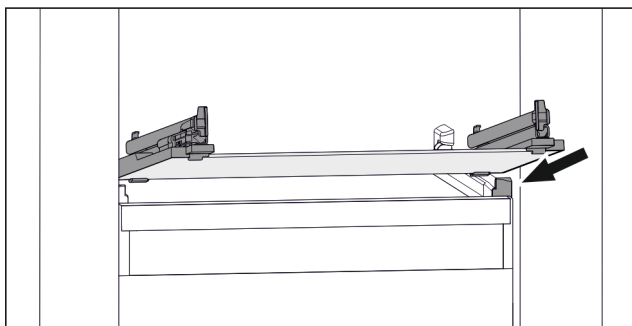

Fig. 46 Az üveglap példaként szolgáló ábrázolása
- ▶ Helyezze a fiókot ferdén az ütközők mögé. (lásd Fig. 46)